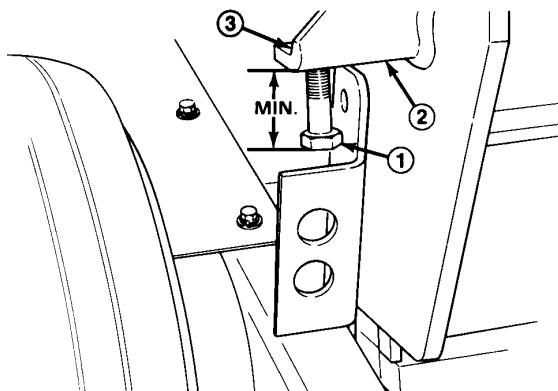

Bild 11
- Die Klemmmutter an der Oberseite des Einstellprofils (Bild 11) lockern.
- Die Einstellschraube in das Profil einschrauben, um die Aushebungstiefe zu vergrößern. Herausschrauben, um die Aushebungstiefe zu reduzieren (Bild 11).
- Die empfohlene Aushebungstiefe wird dann realisiert, wenn der Abstand zwischen dem Ende des Schraubenkopfes und dem Profil 17,5 mm ($1\frac{1}{16}$ ") ist (Bild 11).